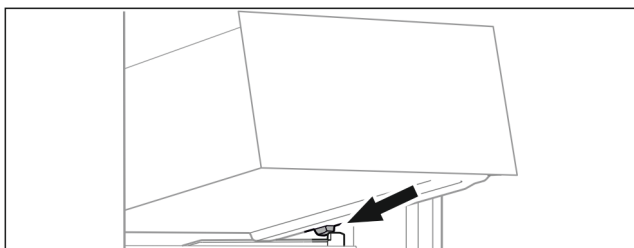

Fig. 34
- ▶ Nasadte zásuvku šikmo za zarážky na žebrovaní na nádobu. (viz Fig. 34)